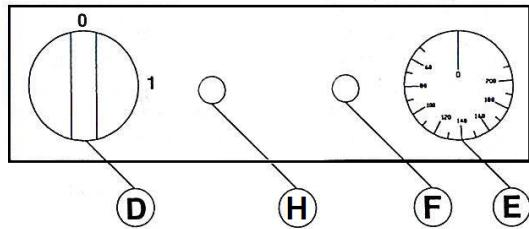

Fig.3 – Abb.3
2. Den Schalter auf Position 1 stellen (D Abb.3). Die Kontrollleuchte schaltet sich ein (H Abb.3).
3. Den Thermostat (E Abb.3) drehen, bis die gewünschte Temperatur eingestellt ist. Die Kontrollleuchte (F Abb.3) schaltet sich ein und schaltet sich aus, sobald die eingestellte Temperatur erreicht ist.
1. Den Thermostat (E Abb.3) auf "0" stellen.
2. Den Schalter (D Abb.3) auf "0" stellen und kontrollieren, dass beide Kontrollleuchten ausgeschaltet sind.
- der Sicherheitsthermostat (G Abb.4) in der normalen Position ist (roter Stift nicht abgesenkt). Der Sicherheitsthermostat greift ein, wenn die Öltemperatur auf Grund von Betriebsstörungen des Betriebsthermostats (E Abb.3) 230°C überschreitet.
2. Pulse el interruptor hacia la posición 1 (D fig.3); el indicador luminoso se enciende (H fig.3);
3. Gire el termostato (E fig.3) hasta alcanzar los grados deseados. Se encenderá el indicador luminoso de calefacción (F fig.3) y se apagará al alcanzar la temperatura fijada.
1. Coloque el termostato (E fig.3) en la posición 0.
2. Coloque el interruptor (D fig.3) hacia la posición 0 y control eque los dos indicadores luminosos se apaguen.
El termostato de seguridad se acciona cuando la temperatura del aceite supera 230° a causa de un funcionamiento incorrecto del termostato de funcionamiento (E fig.3).